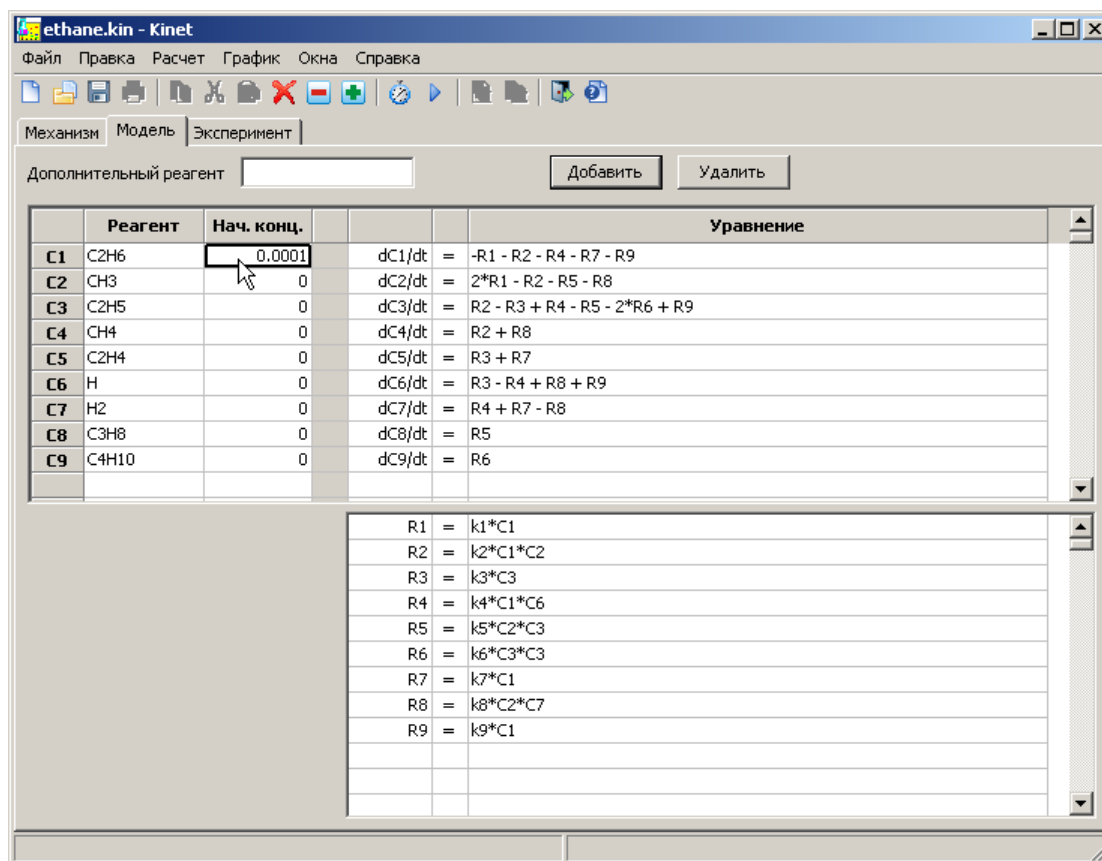

Рис. 5. Математическая модель для схемы, показанной на рис. 4.
По заданному набору реакций программа составляет систему дифференциальных уравнений, являющуюся математической моделью рассматриваемого процесса. Чтобы увидеть эти уравнения, необходимо перейти на вкладку «Модель» (см. рис. 5).
**Чтобы заменить дифференциальное уравнение явным выражением для концентрации** (модификация уравнения в соответствии с п. 2), вначале измените форму левой части уравнения, как описано выше, выбрав из списка вариант «Ci». После этого правая часть уравнения станет доступной для редактирования, и вы сможете ввести туда любое желаемое выражение. В выражение могут входить переменные *t* (время), *T* (температура) и концентрации реагентов, обозначая их либо буквой *C* с номером, либо названием реагента в квадратных скобках. Например, концентрацию этана в модели, изображенной на рис. 5, можно обозначить C1 или [C2H6]. Используются стандартные знаки арифметических операций: +, −, \*, / (сложение, вычитание либо изменение знака, умножение, деление). Операцию возведения в степень можно обозначить ^ (как в Бейсике или в таблице Excel) либо \*\* (как в Фортране). Действуют обычные правила старшинства операций и управления последовательностью действий с помощью круглых скобок.
**Чтобы включить в модель дополнительный реагент** (п. 3), введите в поле «Дополнительный реагент» (см. рис. 5) название добавляемого вещества. После этого нажмите кнопку «Добавить». Новое вещество появится в нижней части списка веществ и для него будет сформировано дифференциальное уравнение  $dC_i/dt = 0$ . Далее можно ввести начальную (постоянную) концентрацию вещества либо заменить дифференциальное уравнение явным выражением для концентрации, как описано в предыдущем пункте.